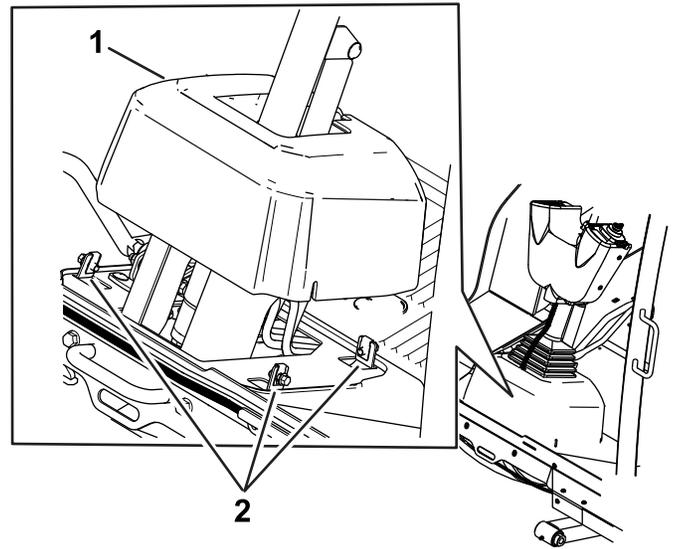

図 2
2. ステアリングコラムのベース部周囲のボルトをゆるめてベースを浮かす 図 2。